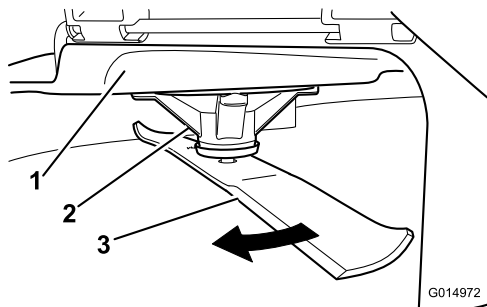

Figura 90
2. Llevando guantes fuertemente acolchados u otro tipo de protección apropiada para las manos, gire la cuchilla lentamente hasta una posición que permita medir la distancia entre el filo de corte y la superficie nivelada en la que descansa la máquina (**Figura 90**).